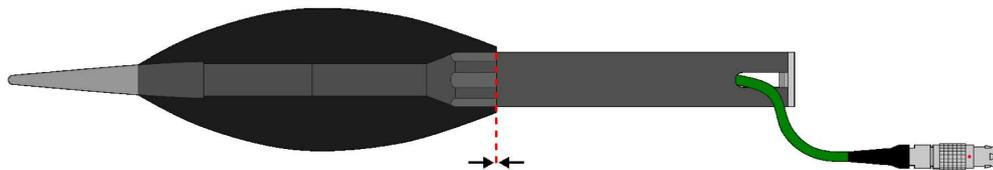

Abbildung 3.8: Windschutz aufsetzen
Schieben Sie anschließend vorsichtig die Mikrofoneinheit in die **Schutzhülse (E)**, bis die Kopffläche der Mikrofonskapsel am Ende der Hülse abschließt. Nun können Sie die Hülse wieder auf den **Schaft (G)** schrauben. Halten Sie dabei den Wetterschutz leicht schräg, sodass das die Kopffläche des Mikrofons am Hülseende verbleibt und nicht verrutscht. Durch Festziehen des zuvor gelockerten **Schachtkopfes (F)** wird das Mikrofon fixiert. Der Wetterschutz kann nun vertikal aufgestellt werden ohne dass sich das Mikrofon absenkt. Abschließend kann der **Windschutz (D)** wieder aufgesteckt werden. Dabei ist darauf zu achten, dass das untere Ende des Windschutzes bündig mit dem **Schachtkopf (F)** abschließt (Abbildung 3.8).